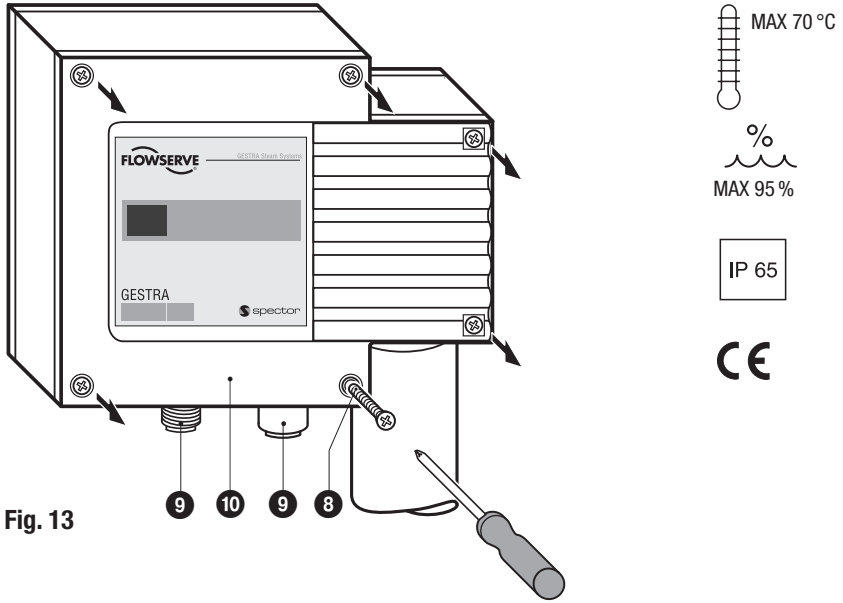

Fig. 13
- Schrauben **8** lösen und herausschrauben, Gehäusedeckel **10** abnehmen. **Fig. 13**